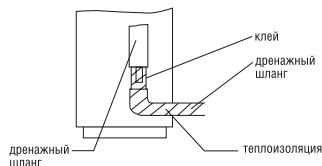

Рис.15
- Часть дренажного шланга, которая находится внутри помещения, должна быть плотно покрыта теплоизоляцией (полиэтилен плотностью 0,03 и толщиной не менее 9 мм) и закреплена (рис.15).